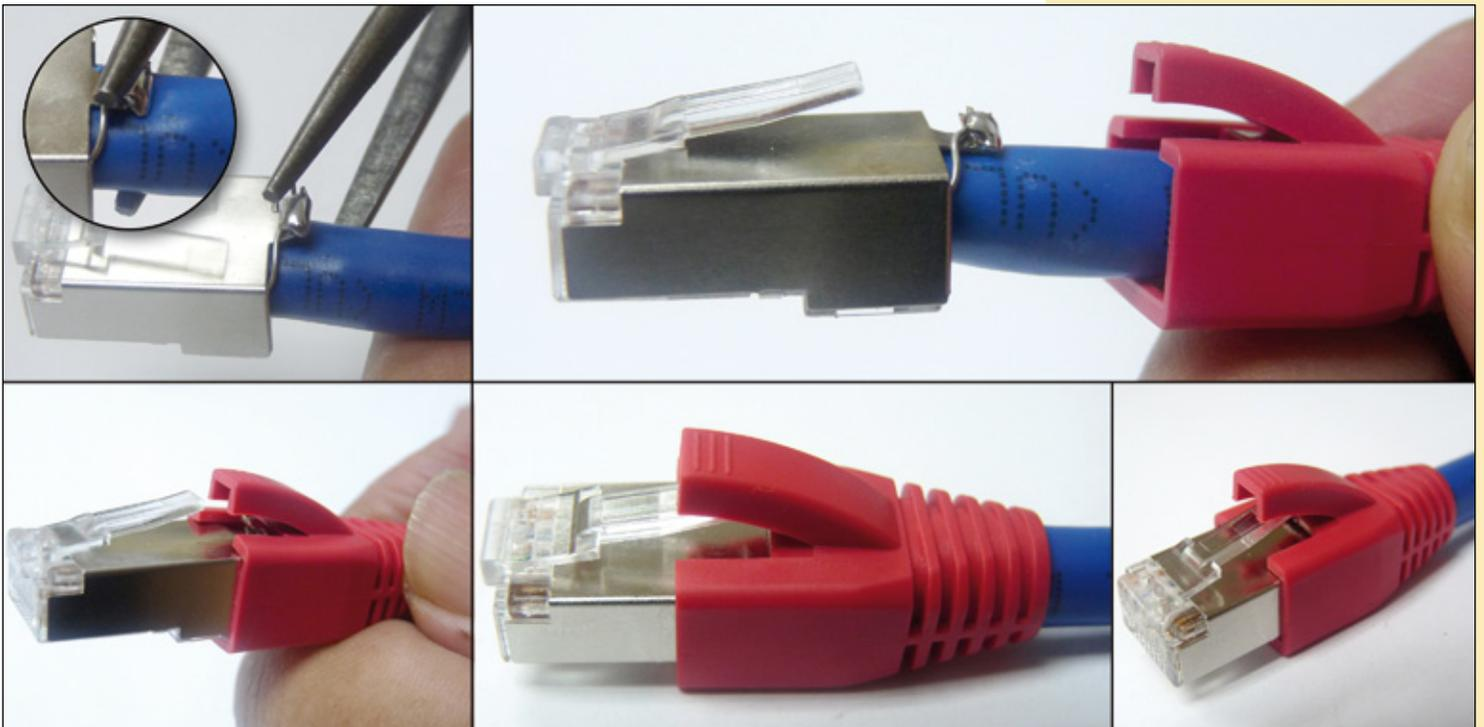

Figura 25
- 20 Con la ayuda de la pinza, apriete la pestaña soldada contra el cable blindado de manera de que pueda pasar por la abertura de la bota, y luego deslice la bota para completar la terminación del cable, tal como se muestra en el grupo de imágenes de la Figura 25.